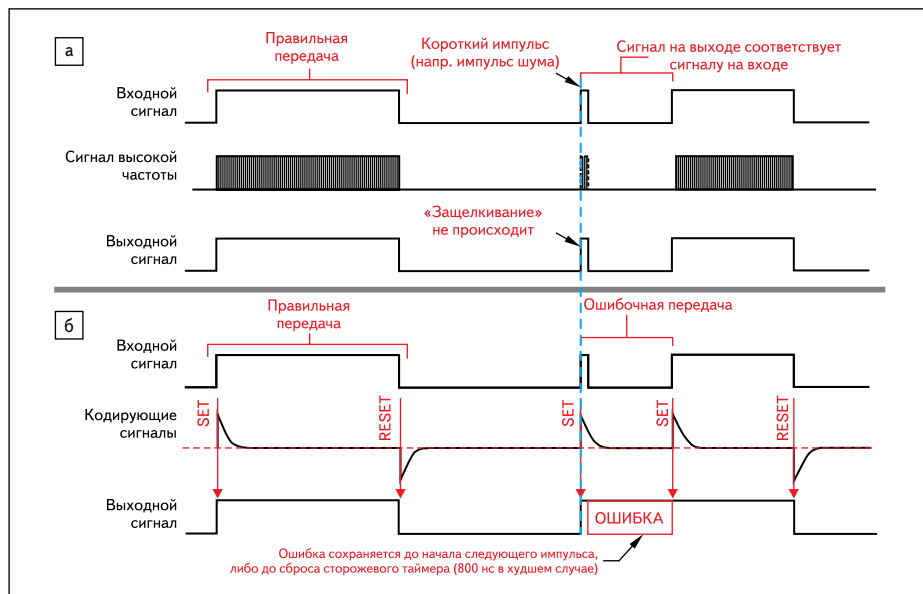

Рис. 6. Прохождение импульсной помехи в цифровых изоляторах: а) Si84xx; б) ADUM
6. Выходной тракт изоляторов ADUM построен на RS-триггере, который в данном исполнении имеет свойство «помнить» предыдущее состояние в случае прохождения краткосрочной импульсной помехи (рис. 6). Конечно же, проблема частично решается схемотехническими способами, но описана она в отдельном руководстве, до которого разработчик может попросту не дойти. Информацию, представленную выше, дополним следующими графиками: